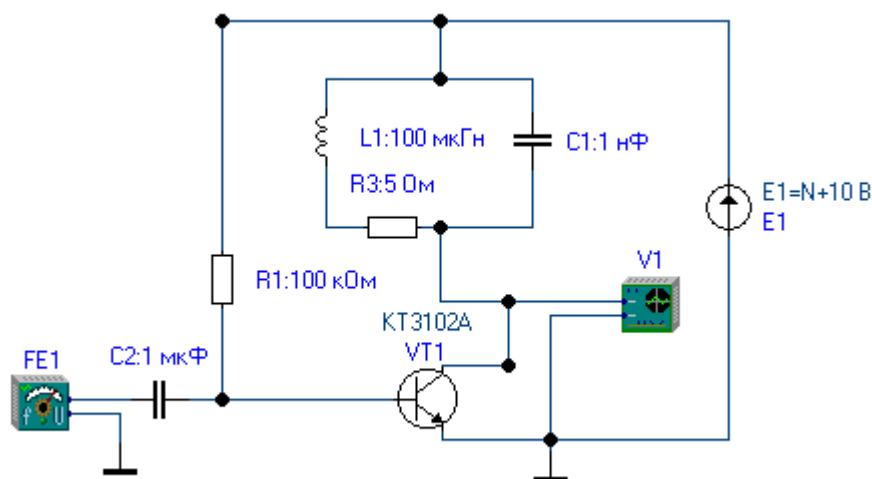

Рисунок 8.1 – Резонансный усилитель
8.1 Собрать избирательный усилитель с параллельным колебательным контуром (рис. 8.1, где N – номер варианта от 0 до 9). Снять ЛАЧХ и ЛФЧХ, задавая диапазон изменения частоты от 100 кГц до 10 МГц. Оценить резонансную частоту, коэффициент усиления на частоте резонанса и добротность каскада. Добротность определяется отношением резонансной частоты к полосе пропускания на уровне 3 дБ.